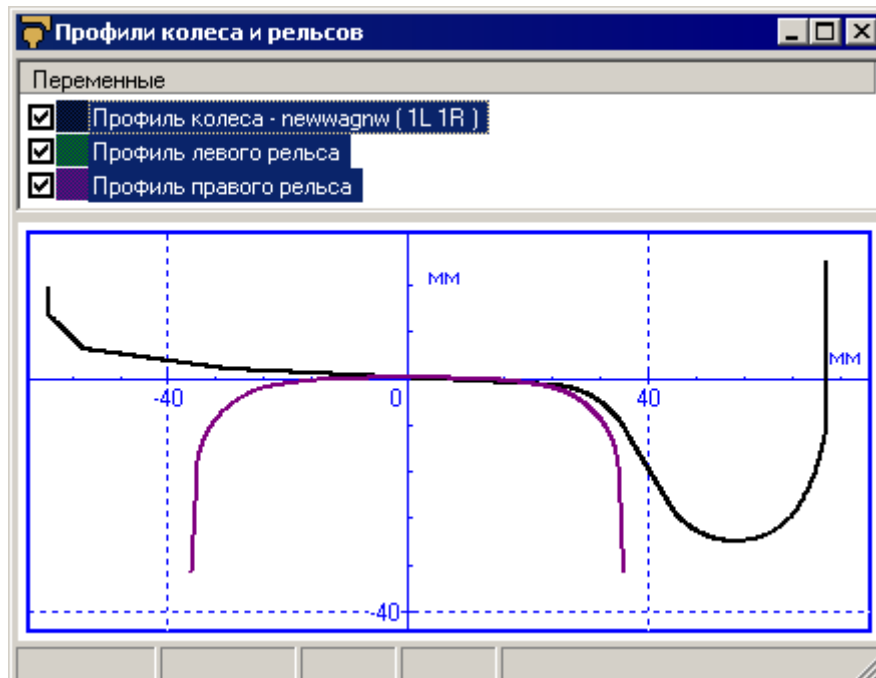

Рис. 3. Выбранные профили колес и рельсов
8. Нажмите кнопку . Появится новое графическое окно с изображением выбранных профилей колес и рельсов, см. рис. 3.